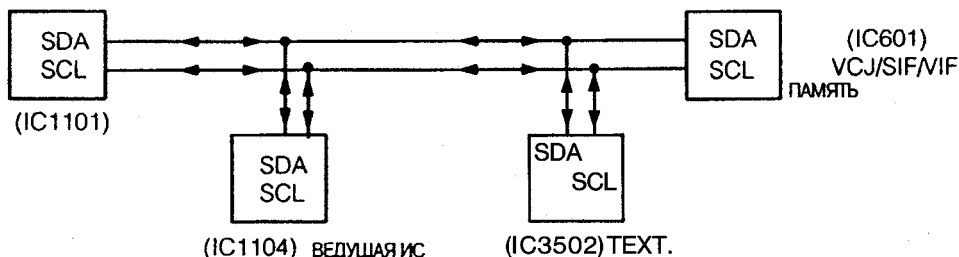

Рис. 1
1. Как это показано на **рис. 1**, микроконтроллер IC1101 может выполнять различные функции управления ИС цветности IC601 по шине I2C.